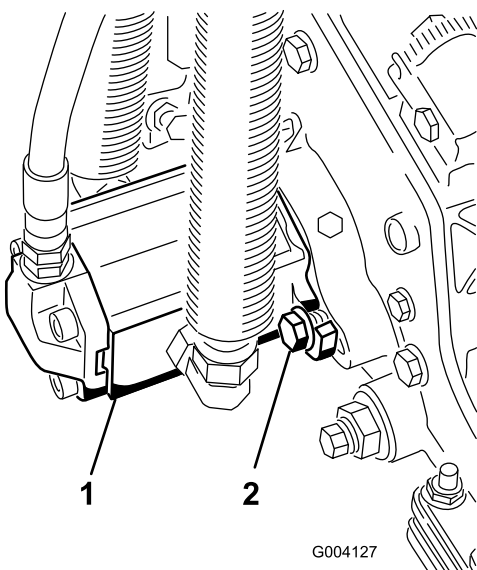

図 19
10. モータを手を持ち、右回りにひねってモータのフランジをキャップスクリュから逃がしながら、キャップスクリュにモータをセットする(図 19)。モータを左回りにひねって、キャップスクリュにフランジをしっかりと掛け、キャップスクリュを締めてモータを固定する。